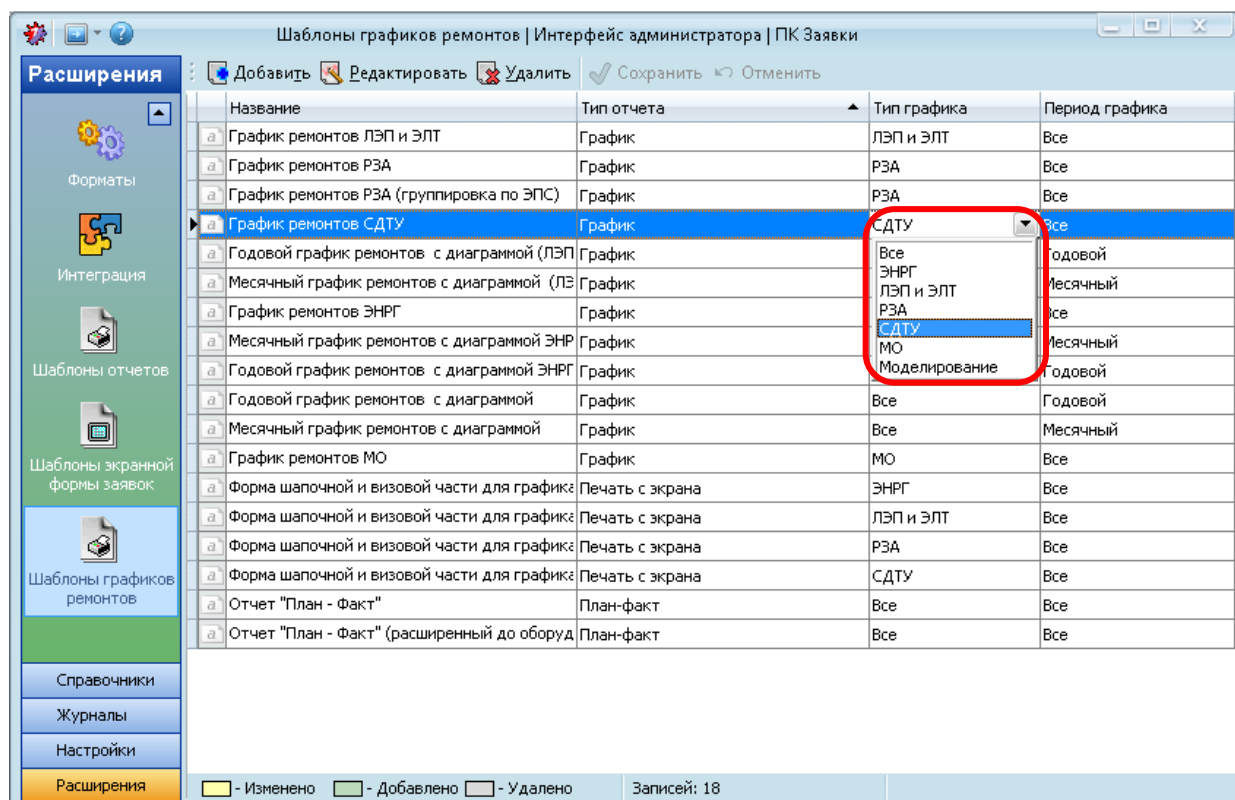

Рисунок 7.30 – Выбор типа графика для шаблона отчета
- в раскрывающемся списке «Тип графика» выбрать пункт «ВСЕ» (для всех типов графиков) или необходимый тип графика («ЭНРГ», «ЛЭП и ЭЛТ», «РЗА», «СДТУ», «Моделирование») (Рисунок 7.30);